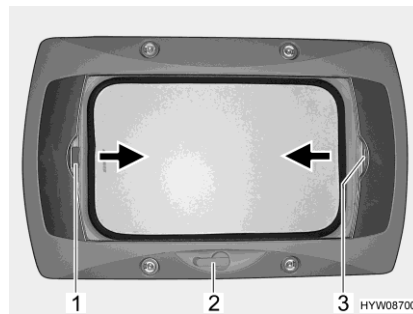

Fig. 53 Claraboya de manivela
*Abrir:* ■ Girar la manivela (Fig. 53,2) hasta que se note resistencia.
*Cerrar:* ■ Tirar del tirador (Fig. 53,3) del estor plegable en dirección de la flecha y soltarlo en la posición deseada. El estor plegable se queda fijo en esta posición.
- Tirar del asidero (Fig. 53,1) de la mosquitera enrollable en la dirección de la flecha hacia el asidero opuesto del estor plegable (Fig. 53,3) y hacerlo engatillar.
- Presionar el tirador de la mosquitera enrollable (Fig. 53,1) por la parte de atrás hacia arriba y desengancharla del estor plegable (Fig. 53,3).